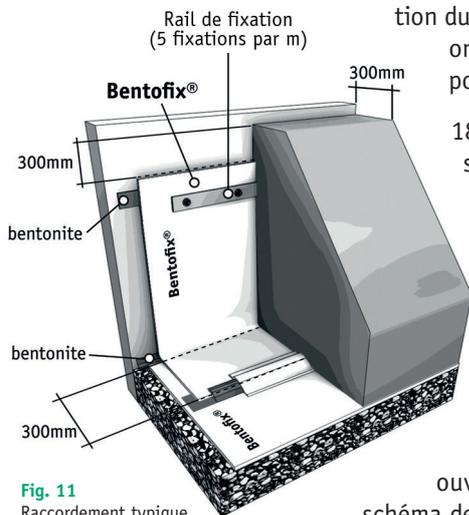

Fig. 11 Raccordement typique à un ouvrage
18.2 Le Bentofix® doit être solidement fixé aux ouvrages en utilisant des bandes de fixation ou des serre-joints en acier inoxydable, des fixations mécaniques ou tout autre dispositif si nécessaire pour en limiter les mouvements. Le Bentofix® sera typiquement raccorder aux ouvrages en béton selon le schéma de la figure 11.